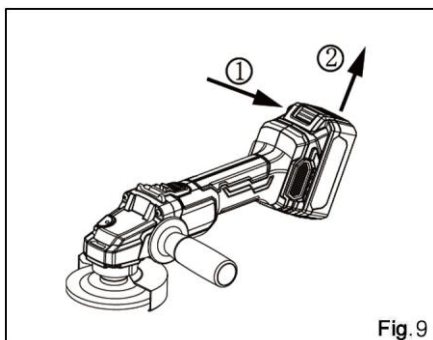

Fig.9
Pour retirer la batterie, appuyez sur les boutons de déverrouillage des deux côtés de la batterie dans le sens de la flèche ① et retirez la batterie vers le bas dans le sens de la flèche ② (Fig.9).